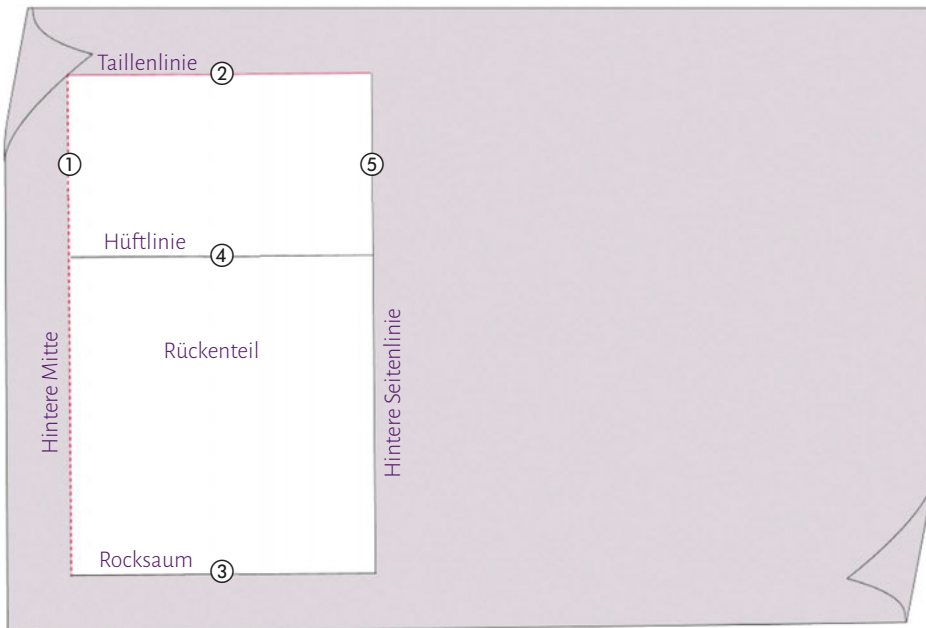

Bild 1
- ⑤ Um den Umriss des halben Rückenteils zu schließen, auf der Taillenlinie ab der hinteren Mitte $\frac{1}{4}$ des Hüftumfangs minus 1 cm abtragen – zur Position der Seitenlinie siehe S. 16, Bild 1 und 2. Ab diesem Punkt eine Senkrechte bis zum Rocksäum ziehen: Dies ist die hintere Seitenlinie.